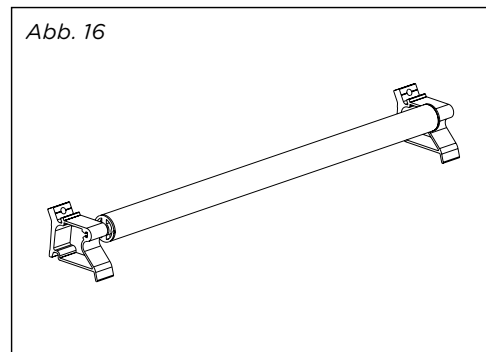

Abb. 16:
- Der Lichtspalt zwischen den zwei Tüchern wird durch eine Tuchschnittabdeckung abgedeckt (siehe Abb. 16).